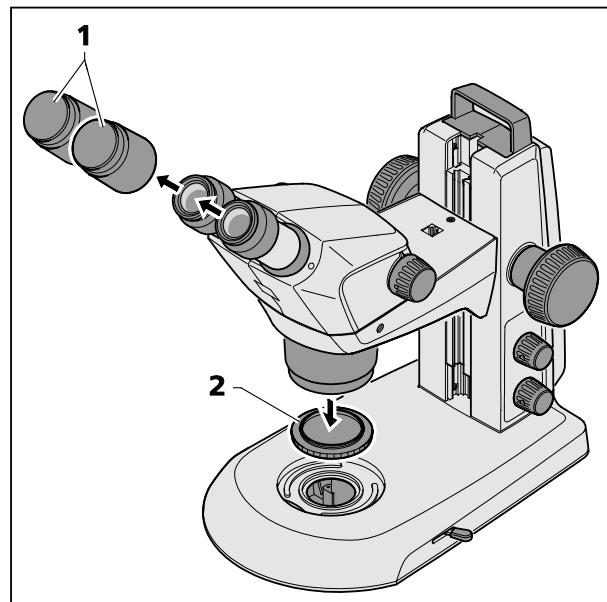

图 9 取下盖帽
- 拿下两个目镜的防尘盖（图 9/1），并拧下镜头（图 9/2）的保护盖。